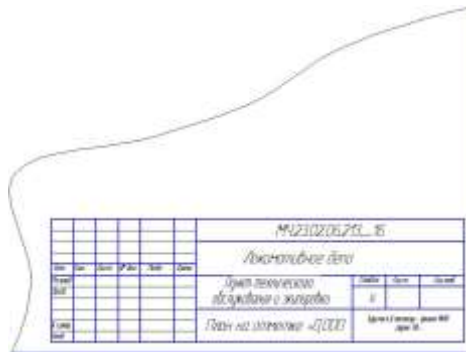

Рисунок 1 – Пример основной надписи по форме 3
1. Нанести тонкими линиями на листе формата А3 рамку согласно ГОСТ 2.301-68 и основную надпись по форме 3 согласно ГОСТ 21.103-78 (смотри рисунок 1).